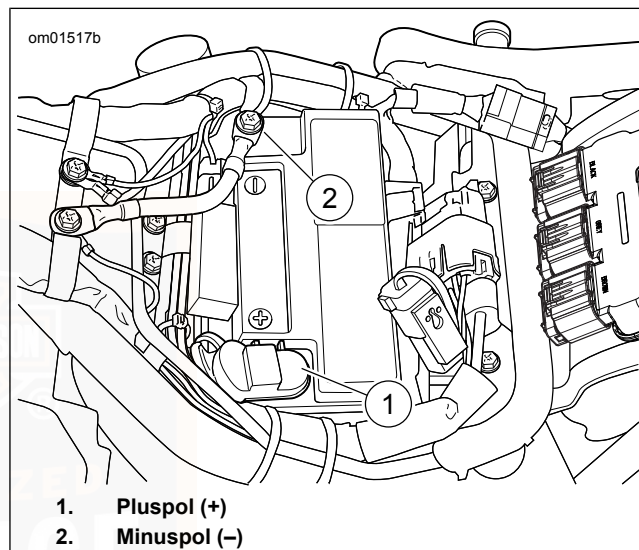

Abbildung 65. Batterie: Softtail-Modelle
2. Siehe Abbildung 65. Das Batterieminuskabel (schwarz) vom Minuspol der Batterie abklemmen.